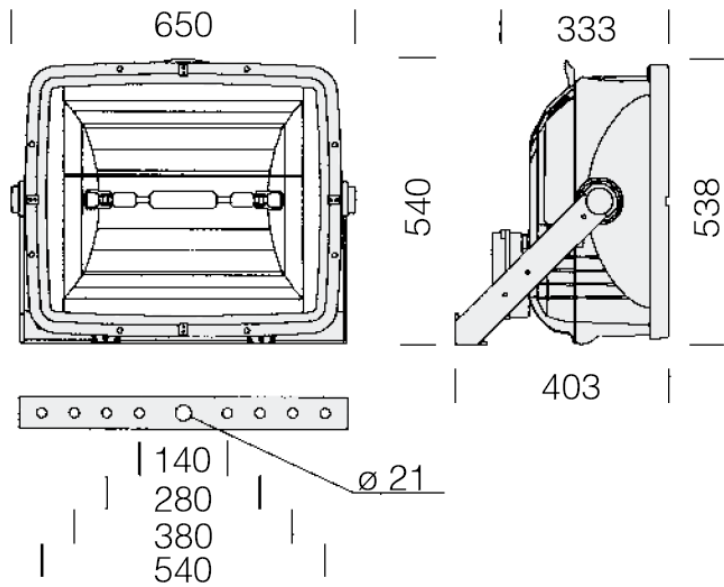

Рисунок 1
2.1 Прожекторы серии ГО54 «Area» -02, -04, -06, -08, -10, -12 с блоком горячего перерозжига (рисунок 1) с газоразрядными лампами высокого давления предназначены для освещения больших открытых пространств и спортивных сооружений.